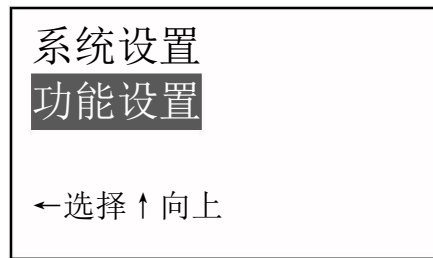

图 32
- c. 用↑或↓键选中功能设置，按←键进入（如图 32）。
- 用↑或↓键选中功能设置，按←键进入（如图 32）。
- 用 ↑ 或 ↓ 键选中功能设置，按  键进入（如图 32）。
- a. 用↑或↓键选中功能设置，按←键进入（如图 32）。